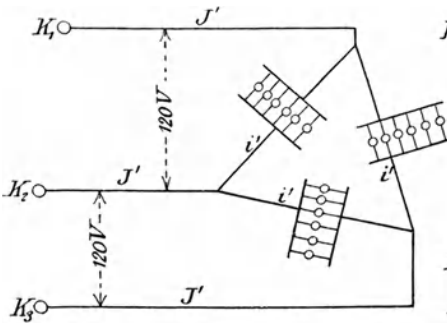

Fig. 149.
- die Stromstärke in den Lampen, wenn dieselben in Dreieckschaltung verbunden sind (Fig. 149).